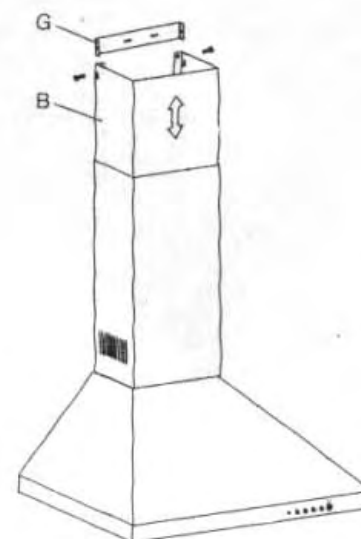

Fig.5
- Vervolgens dient de steun G bovenaan tegen de muur bevestigd te worden waarbij er opgelet moet worden dat deze op één lijn komt te staan met de uitschuifbare buis. Het beweegbare gedeelte van de buis B tot aan de steun G uitschuiven en deze aan de zijkanten met twee schroeven vastzetten. (Afb. 5).